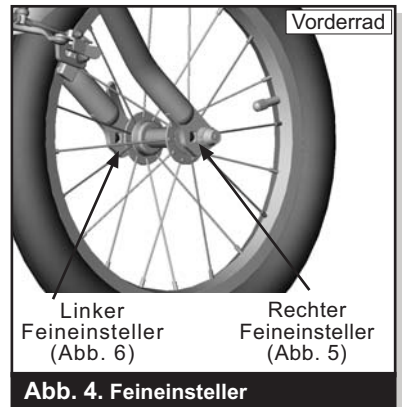

Abb. 4. Feineinsteller
- 7) Die Feineinstellung der Spurtreue des Laufkinderwagens erfolgt mittels der in Abb. 4 gezeigten Feineinsteller.